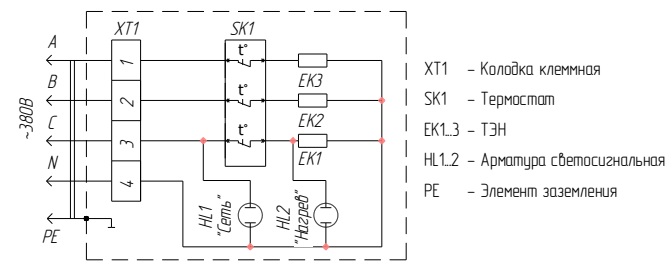

Рис.3 Схема электрическая принципиальная
6.5. **ЭЛЕКТРОПИТАНИЕ КАМЕНКИ** подводится по типовой пятипроводной схеме «А, В, С, N» 380В в соответствии с рис.3. Для подключения заземления имеется отдельная клемма, маркированная знаком заземления.